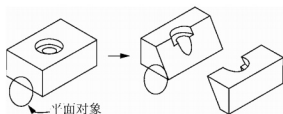

图 12-15 指定对象为剪切平面
(1) 【平面对象(O)】: 指定对象作为剖切平面。圆、椭圆、圆弧、椭圆弧、二维样条曲线或二维多段线线段的平面都可以作为剖切平面对象, 如图 12-15 所示。